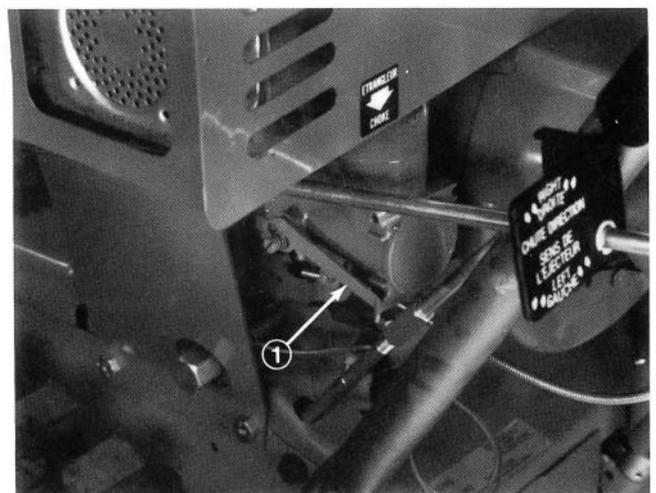

Abb. 26
Choke (Abb. 26) – Der Chokehebel befindet sich auf der linken Motorseite und wird zum Starten des kalten Motors bis zum Anschlag nach unten gedrückt. Wenn der Motor warmgelaufen ist, den Hebel wieder ganz nach oben stellen.
4. Den Chokehebel bis zum Anschlag nach unten drücken (Abb. 26).